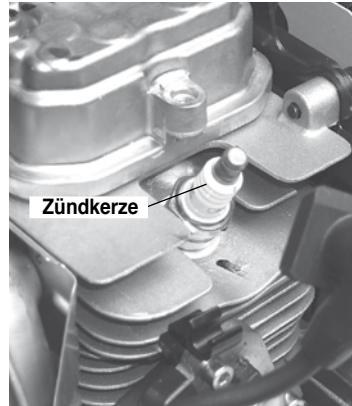

BILD 32 – ZÜNDKERZE
15.2.3) Reinigung der Zündkerze (siehe Bild 32)